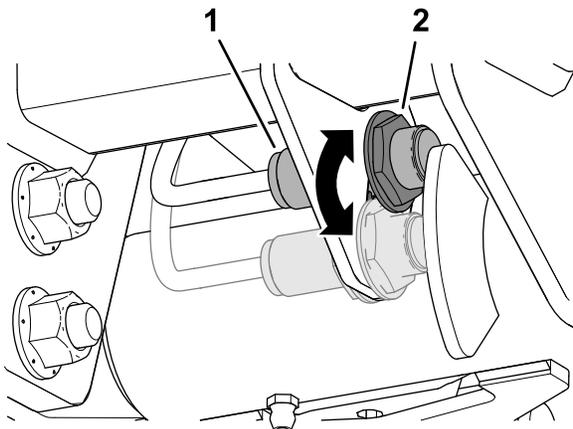

Figura 86
3. Afloje la contratuerca que sujeta el interruptor del brazo de elevación a la placa de los interruptores (Figura 86).